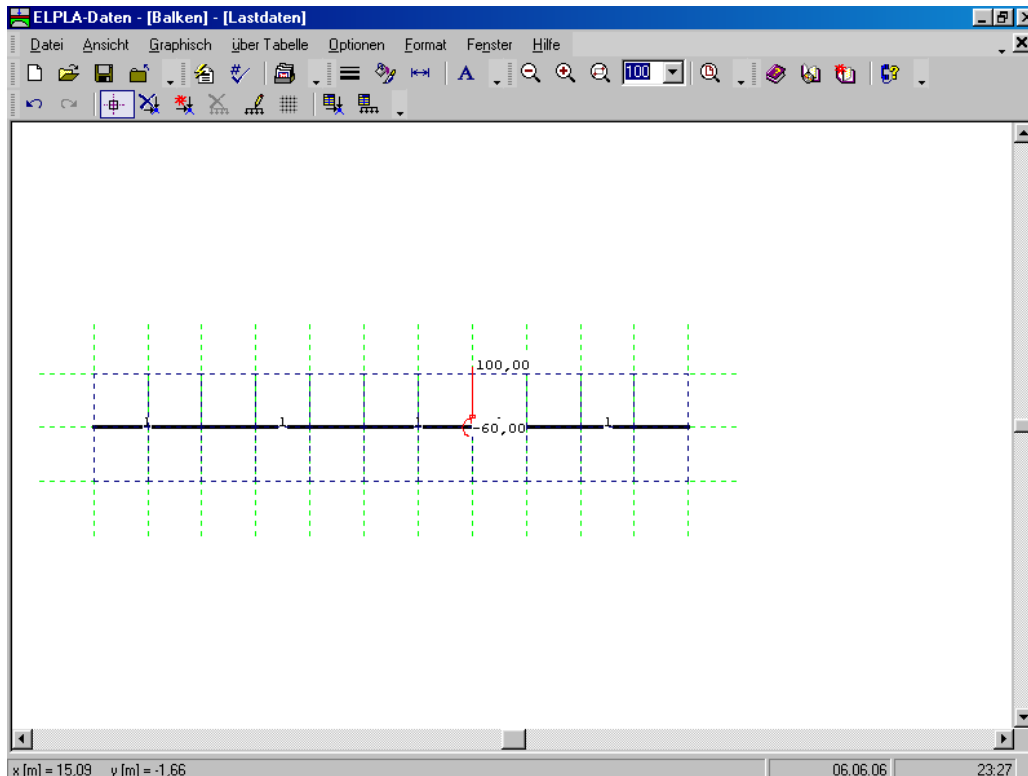

Bild 8-30 Knotenlasten auf dem Bildschirm
Nach der Definition der Knotenlast sollte der Bildschirm wie das folgende Bild 8-30 aussehen.
- Wählen Sie den Befehl "Lastdaten speichern" aus dem "Datei"-Menü im Bild 8-30, um die Lastdaten zu speichern
- Wählen Sie "Lastdaten schließen" aus dem "Datei"-Menü im Bild 8-30, um das eingebettete Programm "Lastdaten" zu schließen und zum Hauptfenster des Programms *ELPLA-Daten* zurückzukehren